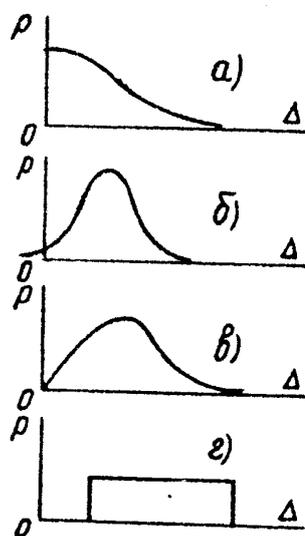

Рисунок 5
- а) распределение модуля разности (рисунок 5а);
- б) распределение Гаусса (нормальное распределение) (рисунок 5б);
- в) распределение Рэлея (рисунок 5в);
- г) распределение равной вероятности (рисунок.5г).